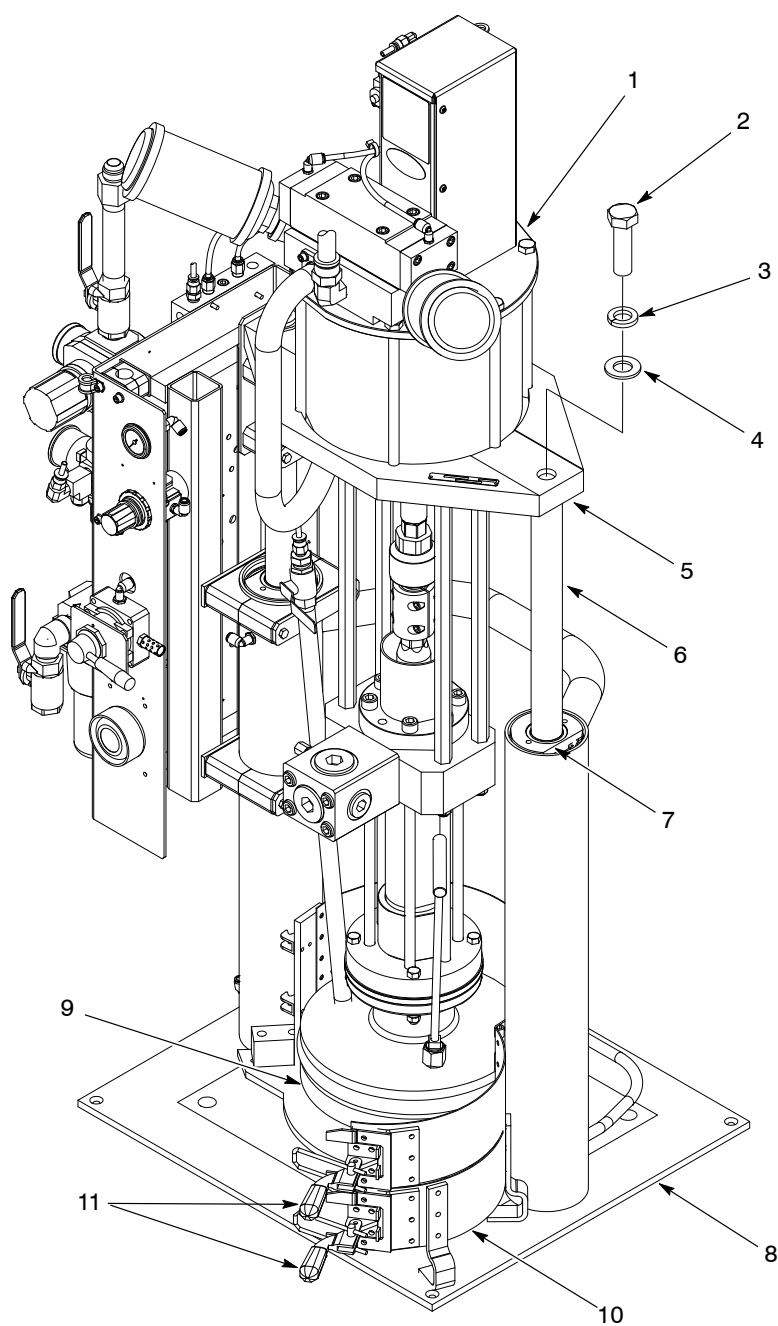

Figura 4 Demontarea ansamblului pompei
1. Suport opțional de reținere a cupei: Deblocați închizătoarele (11) și deschideți graifăru (10).
2. A se vedea Figura 4. Coborâți placa condusă (9) către baza cadrului cupei (8).
4. Demontați toate dispozitivele sau consolele care sunt montate la arborii cilindrului (6) sau chiulase (7).
1. A se vedea Figura 4. Montați ansamblul pompei (1) pe cadrul mic (8).
2. Aplicați Loctite 242 pe filetele șuruburilor (2). Fixați traversa (5) la arborii cilindrului (6) folosind șuruburile (2), șaibele de blocare (3) și șaibele plate (4). Strângeți șuruburile la 190-195 ft-lb (258-264 N•m).
3. Suport opțional de reținere a cupei: Închideți graifărul (10) și blocați închizătoarele (11).
4. Montați toate dispozitivele sau consolele care au fost demontate la arborii cilindrului (6) sau chiulase (7).